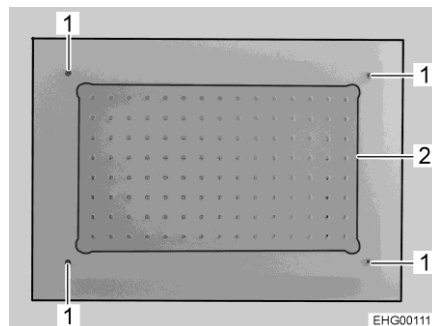

Fig. 299 Lámpara de techo
- Desenroscar los 4 tornillos (Fig. 299,1).
- Quitar la placa de cristal (Fig. 299,2) con los LED montados de modo fijo.
- Posicionar la nueva placa de cristal incluyendo los LED y enroscar los 4 tornillos (Fig. 299,1).